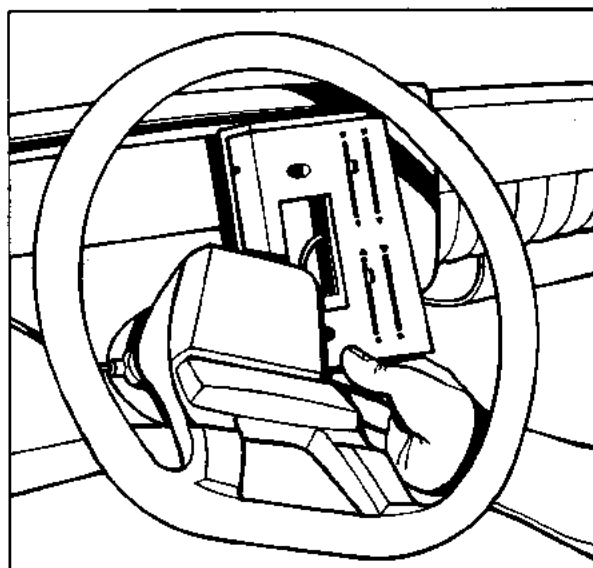

Fig. 3
- Verwijder de sierplaat van het bedieningspaneel (fig. 3).